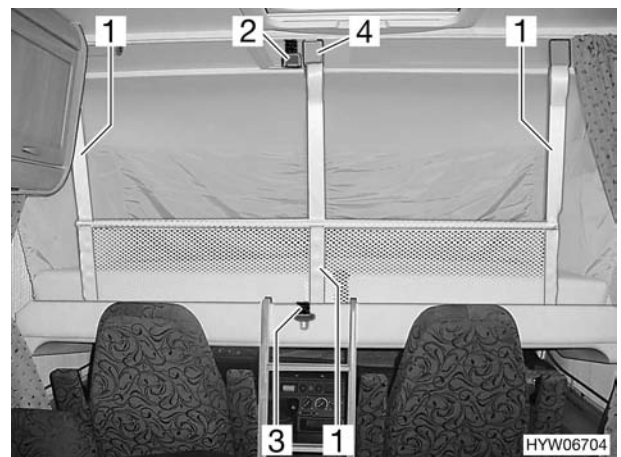

Bild 68 Hubbett mit aufgespanntem Sicherungsnetz
- Sicherungsgurt (Bild 68,3) lösen.
- Sicherungsgurte (Bild 68,1) in die Haken (Bild 68,4) an der Decke einhängen.
- Sicherungsgurte (Bild 68,1) lösen und unter die Matratze legen.
- Hubbett mit Sicherungsgurt (Bild 68,3) am Dach (Bild 68,2) sichern.